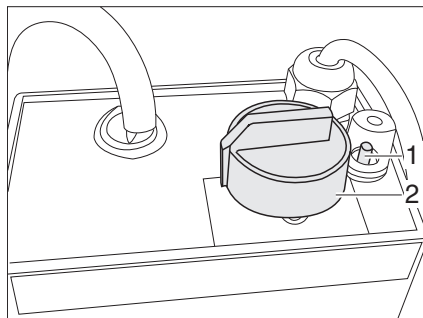

Fig. 176 Régulateur du chauffage électrique du plancher
- Tourner le bouton tournant (Fig. 176,2) sur la température souhaitée.
- Tourner le bouton tournant (Fig. 176,2) sur la position "0".
Quand le régulateur est surchargé, la protection contre les surcharges se déclenche. La goupille (Fig. 176,1) sort de son logement.
- Enfoncer la goupille (Fig. 176,1) de la protection contre les surcharges, une fois que le régulateur est refroidi.